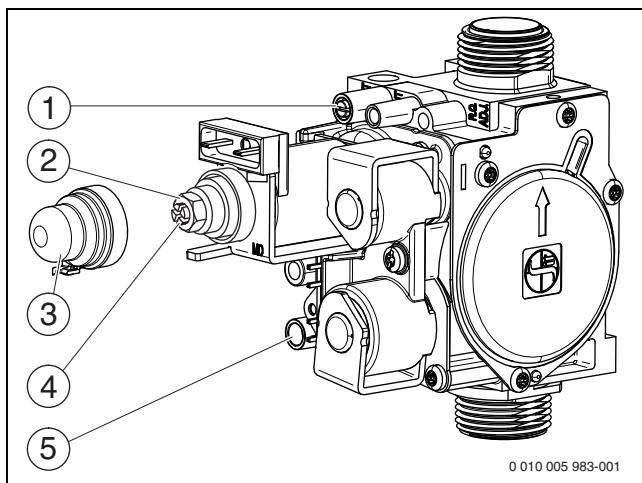

Рис. 31 Газовая арматура
- ▶ Отверните уплотнительный винт штуцера измерения давления на форсунках (рис. 31, [1]) и подсоедините U-образный манометр.
- ▶ Снимите крышку (рис. 31, [3]).
- ▶ Значение «max» давления (мбар) на форсунках приведено в таб. на стр. 39. Установите давление на форсунках регулировочным винтом максимального расхода газа (рис. 31, [2]). Поворот направо - больше газа, поворот налево - меньше газа.
- ▶ Значение «min» давления (мбар) на форсунках приведено в таб. на стр. 39. Установите давление на форсунках регулировочным винтом минимального расхода газа (рис. 31, [4]).
- ▶ Выключите котёл и закройте газовый кран, отсоедините U-образный манометр и заверните уплотнительный винт (рис. 31, [1]).
- ▶ Отверните уплотнительный винт на штуцере измерения подаваемого давления газа (рис. 31, [5]) и подсоедините манометр.
- ▶ Установите и опломбируйте крышку (рис. 31, [3]).
- ▶ Снимите заглушку с измерительного штуцера дымовых газов (→ рис. 31, [1]).